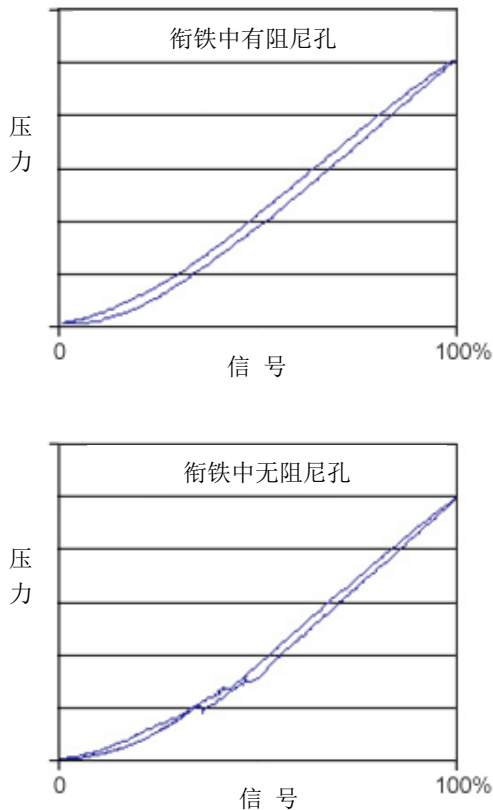

图 2. 衔铁有无阻尼孔的RBAP压力信号曲线对比
- 图2可以看出阻尼式和无阻尼式阀的性能比较，测定流量大约为0.25gpm (0.95L/min)